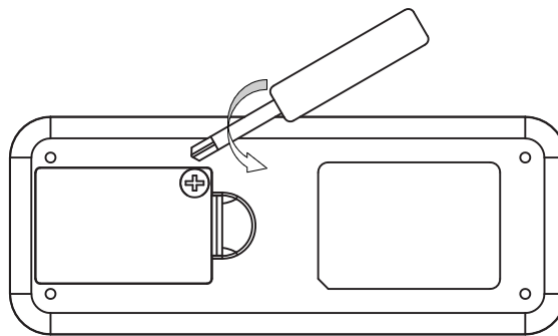

Fig. 11a
9. Allentare la vite del coperchio del vano batteria (Fig. 11a).